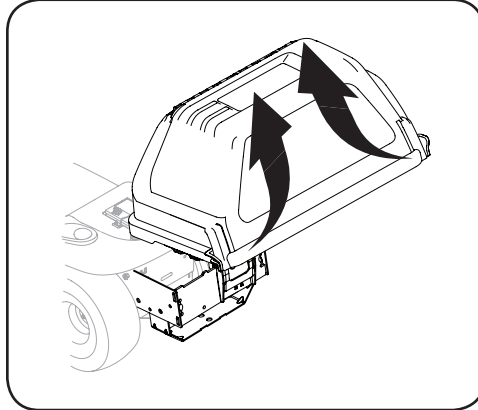

Figure 4-20
2. Relevez le déflecteur d'éjection et tenez-le (1), puis installez le coude de la goulotte en insérant la tige de montage dans le trou approprié du support de roue ou de la patte de montage de la goulotte (2). Voir Figure 4-20.